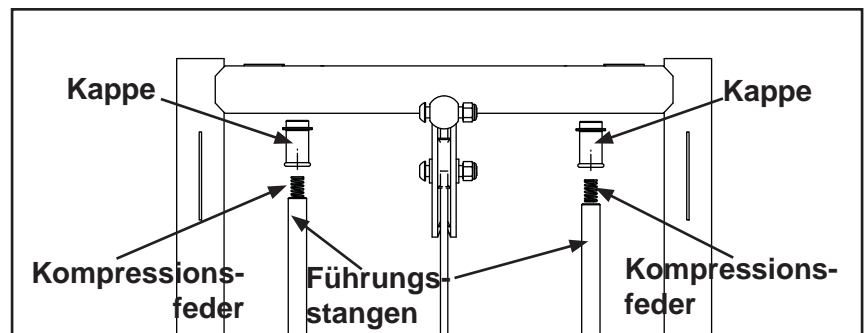

Abb. 2
- E. Lösen Sie den Griff der Führungsstangenkappe sorgfältig. (Abb. 2)